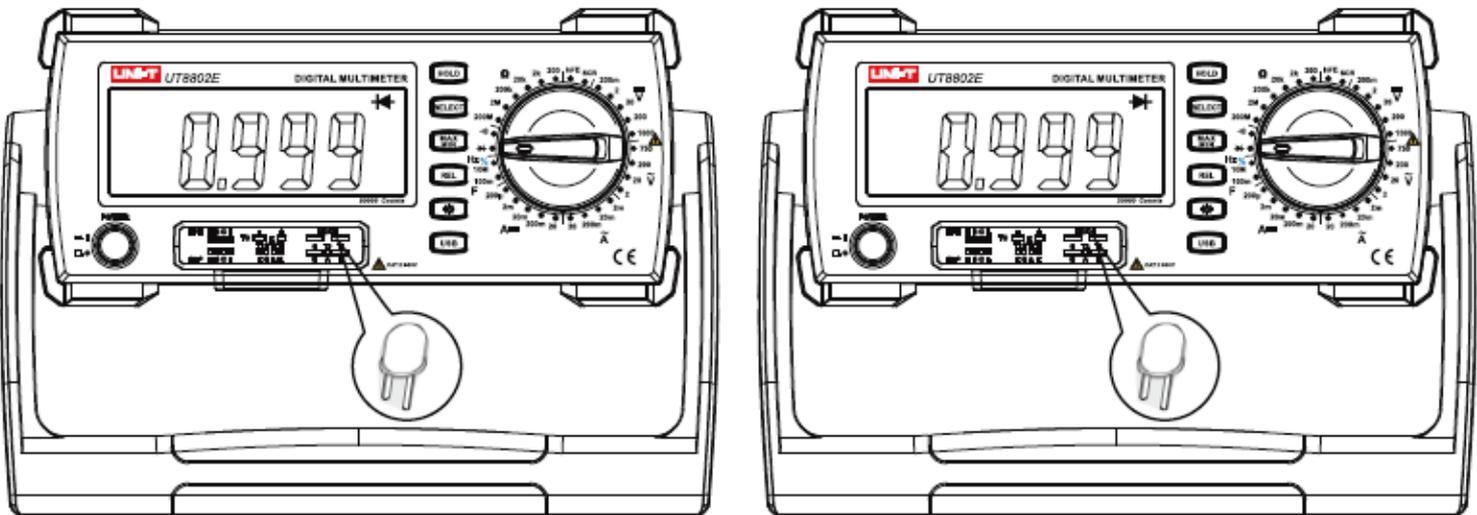

Рисунок 9.
Способ №2 (см. рисунок 9.)
1. Вместо измерительных щупов можно использовать переходник UT-303A. Вставьте переходник UT-303A в гнездо, изображенное на рис.9.